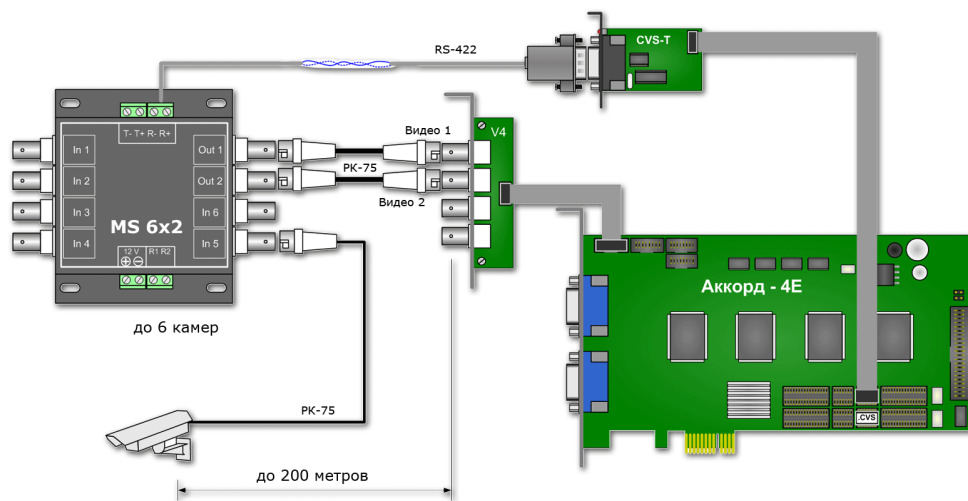

Рисунок 1. Схема подключения оборудования.
В состав системы «CVS 6x2» входит внешний матричный коммутатор — модель **MS6x2**, плата ввода видеоизображений с возможностью установки в слот PCI Express x1, передатчик команд управления коммутатором **CVS-T** (Рис.1), универсальная коммутационная панель **CVS-V4**.
4. Соедините кабелем с BNC разъёмами выходы **Out 1** и **Out 2** коммутатора **MS 6x2** (Рис.2) и входы **Видео 1** и **Видео 2** платы **CVS-V4**, соединенной с платой ввода изображений (см. Рис.1).
8. В плату установлен ключ защиты **CVS-CHIP** (Рис. 1). Для получения лицензионного файла необходимо на электронную почту cvsnt@cvsnt.ru отправить письмо, указав в теме и в теле письма серийный номер платы. В ответ на посланное письмо придет письмо с лицензионным файлом `<serial_number>.lic`. Его необходимо разместить в каталоге `LIC*.*`.